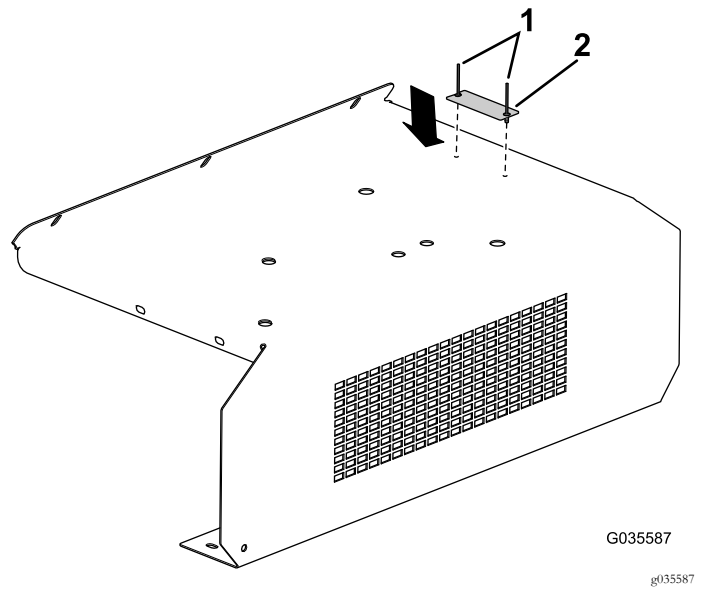

Figura 7
- Retire los pernos y las tuercas que sujetan la defensa del enjuague a la máquina (Figura 7).
5. Instale la placa de serie que retiró anteriormente sobre la nueva defensa de enjuague con 2 remaches (Figura 7).